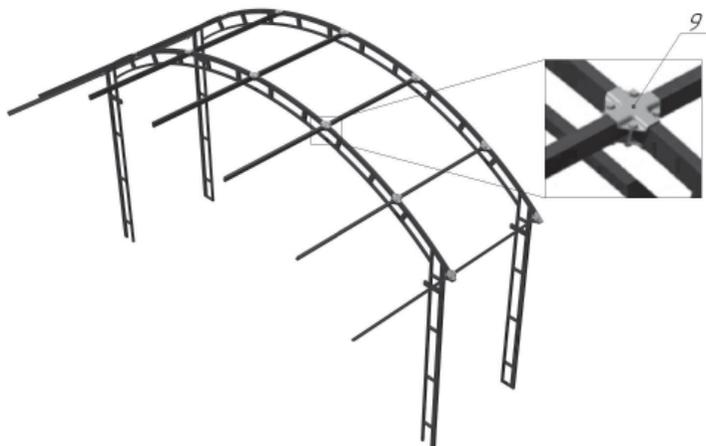

Рисунок 7
13. Соединяем получившуюся торцевую и внутреннюю арку между собой установив перемычки в Крепление-спайдер «Х-образный». См. Рис.7.